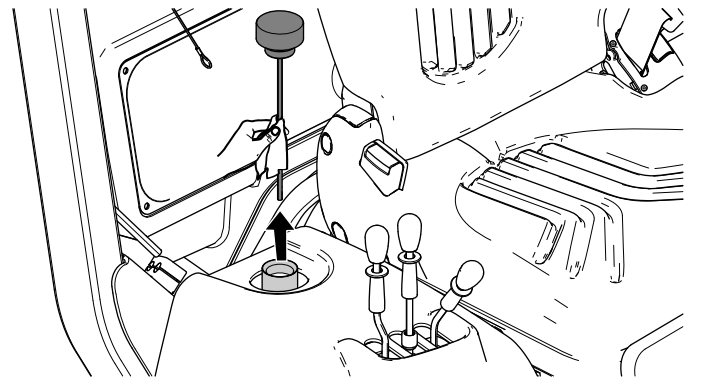

Figura 98
4. Retire la varilla del depósito hidráulico y limpie la varilla con un trapo limpio (Figura 98).